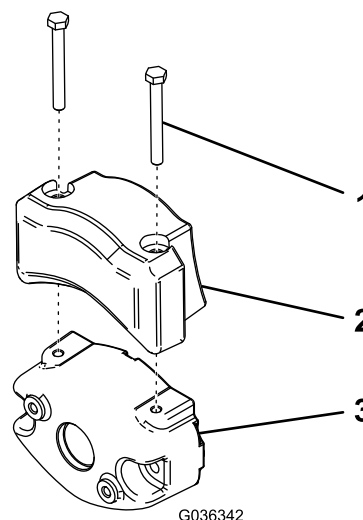

**Figura 48**
**Importante:** Cuando sea necesario inclinar la unidad de corte, apoye la parte trasera de la unidad de corte para asegurarse de que las tuercas de los tornillos de ajuste de la barra de asiento no estén apoyadas en la superficie de trabajo (Figura 48).